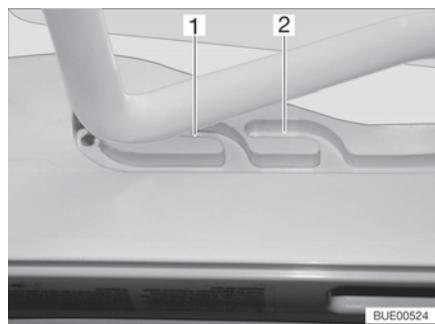
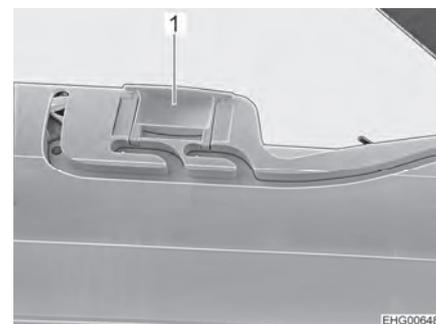

Fig. 56 Glissière (position de ventilation)
Fig. 57 Verrouillage (position de ventilation)
Il est possible d'amener le lanterneau Heki en deux positions de ventilation : Position pour mauvais temps (Fig. 56,1) et position intermédiaire (Fig. 56,2). Selon l'équipement, il est possible de verrouiller le lanterneau en position intermédiaire avec les deux verrous (Fig. 57,1) à gauche et à droite du cadre du lanterneau.
- Pousser légèrement l'étrier vers le haut, le pousser dans la glissière choisie (Fig. 56,1 ou 2) et le verrouiller si nécessaire.